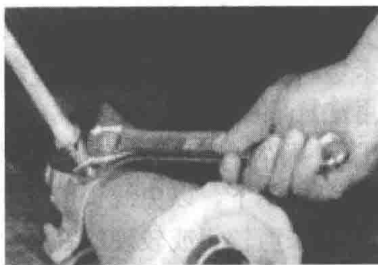

图 1-19 活络扳手的使用
(2) 使用方法
① 使用时，右手握手柄。手越靠后，扳动起来越省力，如图 1-19 所示。
② 扳动小螺母时，因需要不断地转动蜗轮，调节扳口的大小，所以手要握在靠近呆扳唇处，并用大拇指调节蜗轮，以适应螺母的大小。